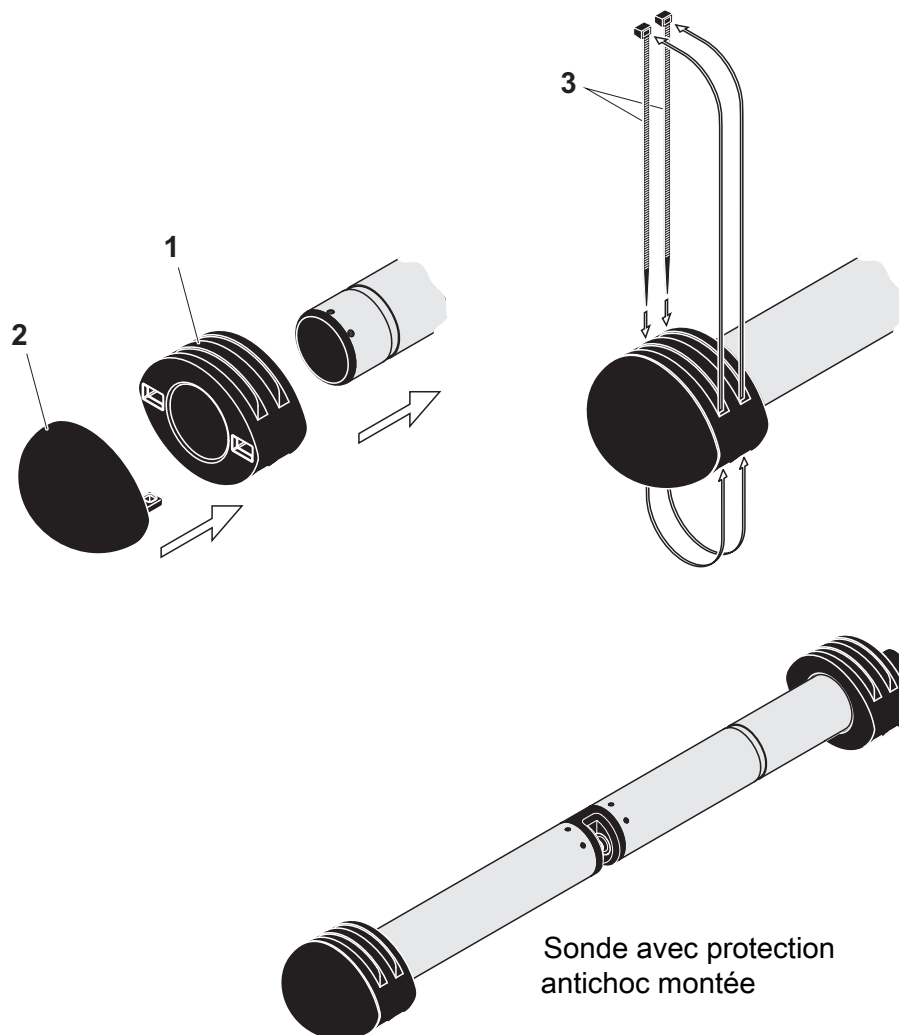

figure 3-4 Montage de la protection antichoc
1. Assembler le capuchon (pos. 2, figure 3-4) et l'un des deux anneaux (pos. 1).
2. Enficher l'unité assemblée sur l'extrémité de la sonde et la fixer avec 2 serre-câbles (pos. 3) comme indiqué sur la figure 3-4.